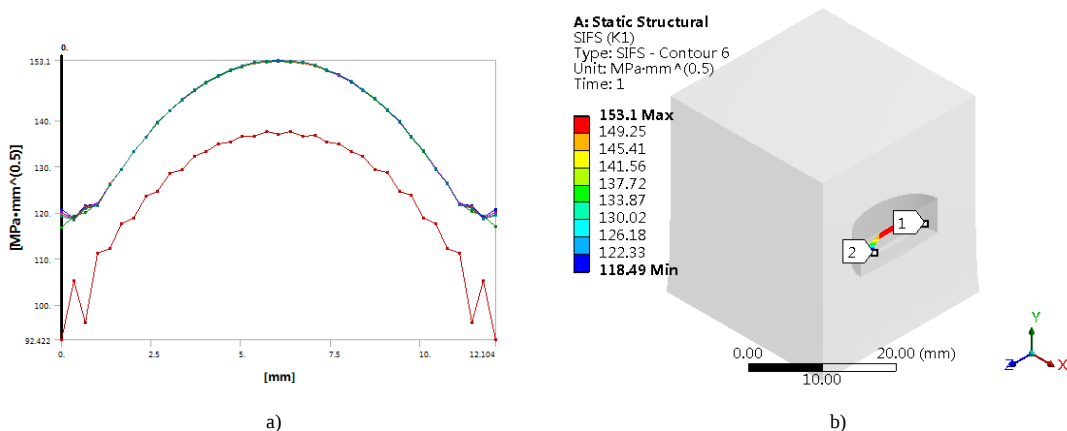

图 19-18 SIFS (K1) 结果
7) 右击 “Insert” → “SIFS (K1)” 对象, 在弹出的快捷菜单中选择 “Evaluate All Results”, 此时进行求解, 求解后得到的 SIFS (K1) 结果如图 19-18 所示。